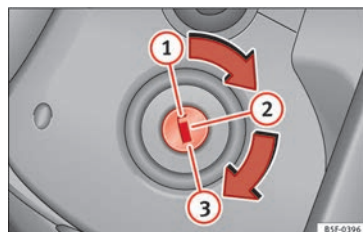

Fig. 191 Posiciones de la llave de contacto.
Si el motor no se pone inmediatamente en marcha, interrumpa el proceso de arranque y vuelva a intentarlo al cabo de unos 30 segundos. Para poner el motor de nuevo en marcha, devuelva la llave a la posición **» fig. 191 ①**.
» fig. 191 ①.
- Extraiga la llave de encendido en la posición » fig. 191 ① » △.